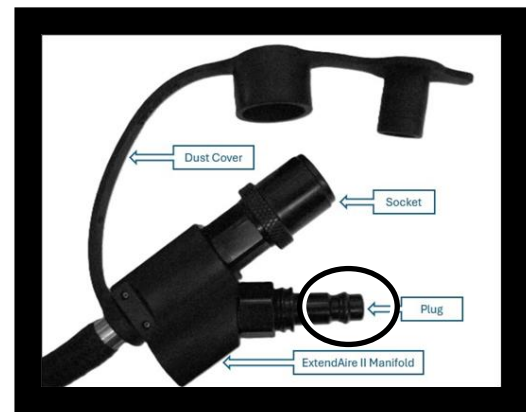

Figure 5 : Collecteur ExtendAire II
1. **Repérer le contact mâle** du collecteur ExtendAire II. (Figure 5)